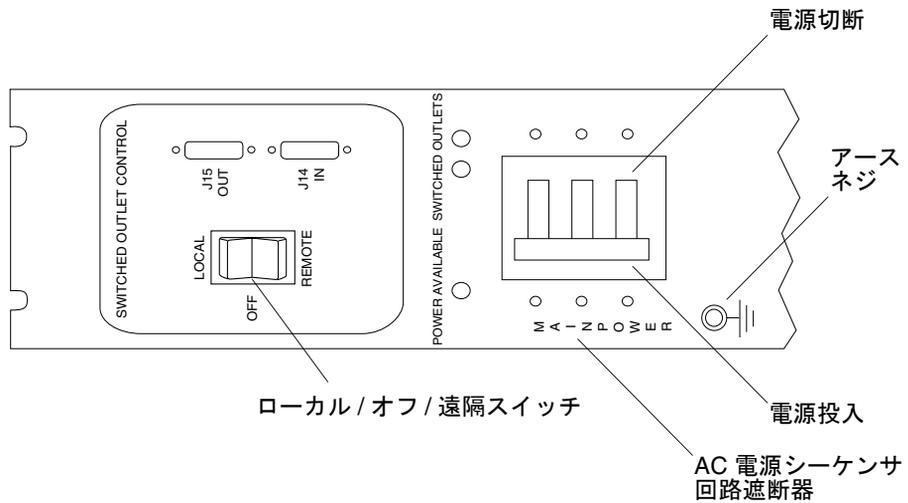

図 2-13 背面電源シーケンサのコントロールパネル
1. 各 AC 電源シーケンサの回路遮断器が「Off」位置 (図 2-13) になっていることを確認します。
2. 各電源シーケンサのローカル/オフ/遠隔スイッチが「Remote」の位置になっていることを確認します (図 2-13)。
2. システムの正面および背面下部で、AC 電源シーケンサの回路遮断器を「On」の位置にします (図 2-13)。